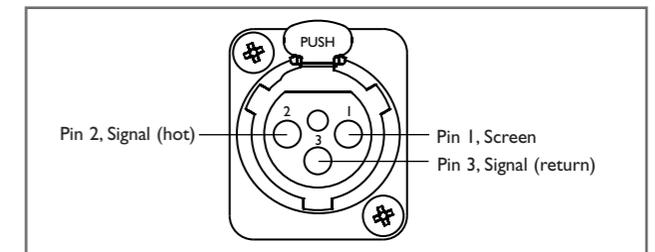

Abb. 5 Eingangs-Pins
**Anschluss:** Pro Monitor sind zwei Anschlüsse erforderlich: einer für die Netzstromversorgung und einer für das Audiosignal. Der Netzanschluss muss immer geerdet sein. Das Signalkabel und der Stecker (nicht unbedingt im Lieferumfang enthalten) sollten von guter Qualität sein und einen XLR-Anschluss haben. Schlechte Kabel- und Steckerqualität beeinträchtigt die Leistung Ihrer Monitore. Die Pin-Konfiguration des Signaleingangs ist in Abb. 5 dargestellt.